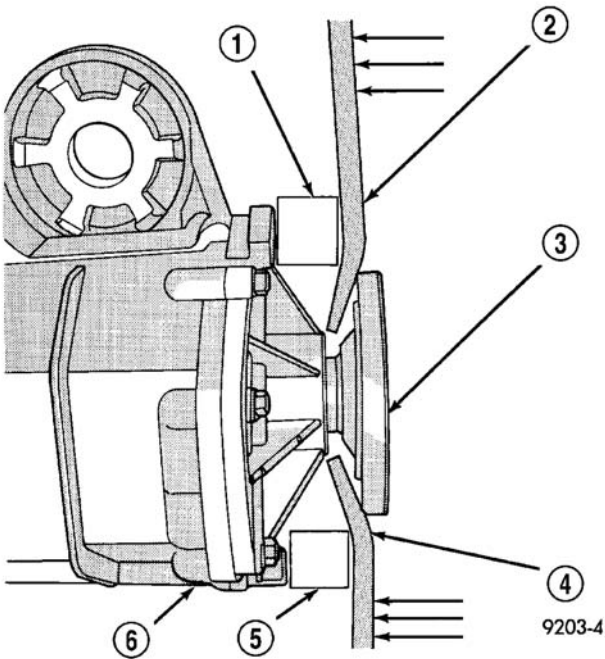

图 55 输出法兰盘的拆卸
- (3) 用两个螺丝刀和木块保护差速器壳体铸件，从差速器上撬下输出法兰盘（图 55）。